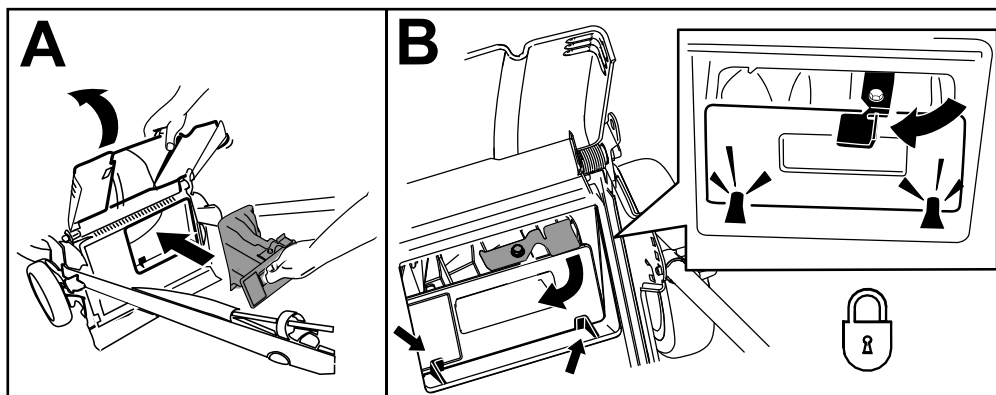

Figure 25
**Important:** Vérifiez que l'obturateur arrière est verrouillé en place. Pour verrouiller l'obturateur, relevez le déflecteur arrière (Figure 25), appuyez fermement sur l'obturateur jusqu'à ce qu'il s'enclenche en position derrière les pattes, et tournez le levier situé sur l'obturateur vers la gauche (Figure 25).